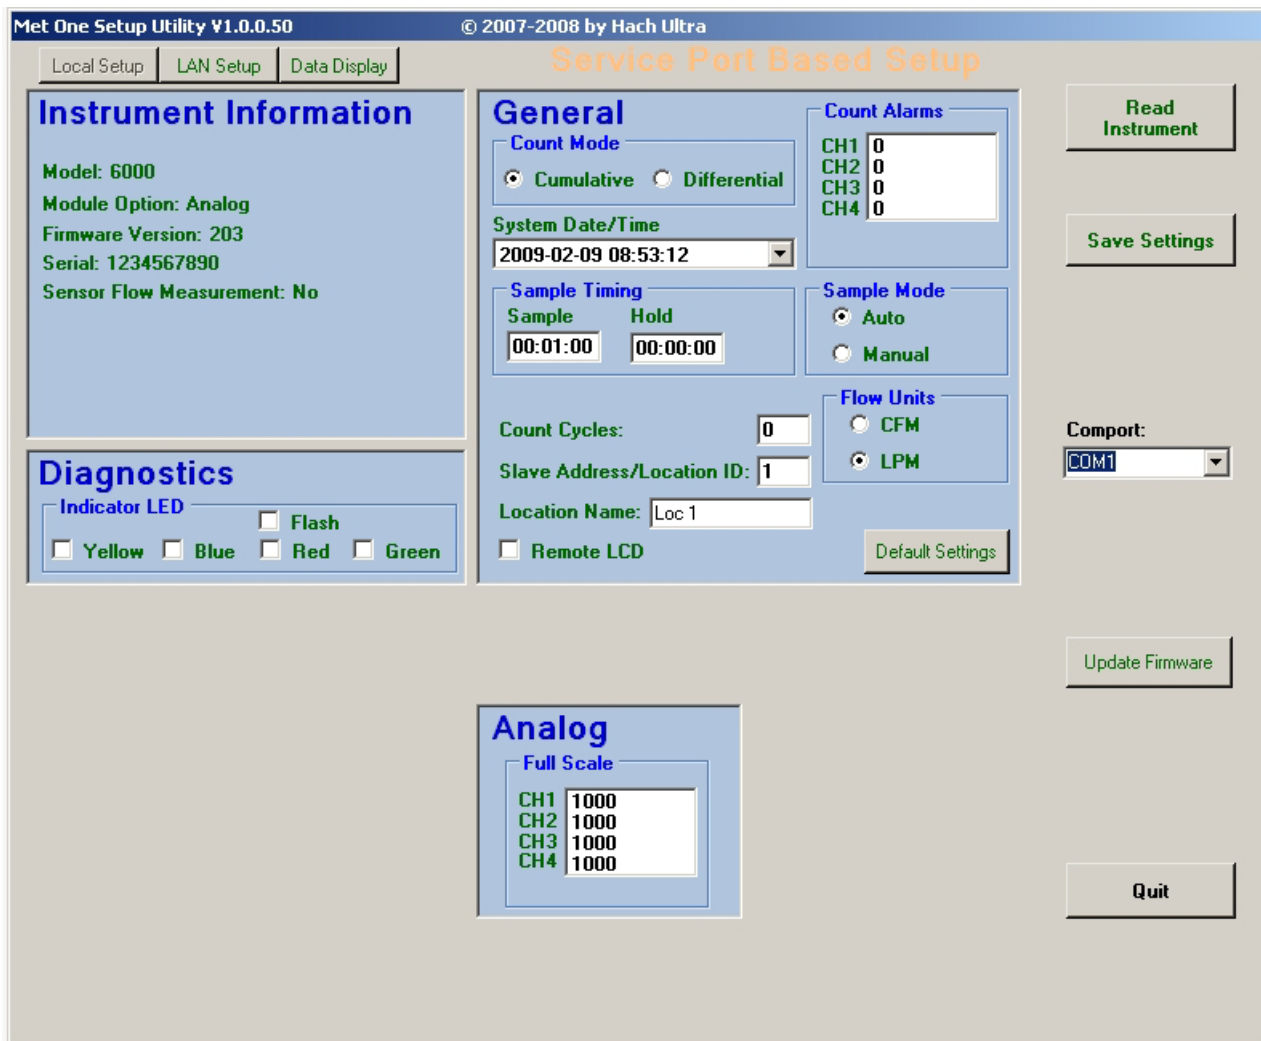

Abbildung 18 Setup-Utility-Programm, Registerkarte Local Setup—Analoggerät
1. Wechseln Sie zur Registerkarte **Local Setup** des Setup-Utility-Programms und klicken Sie auf **READ INSTRUMENT**, um die Geräteeinstellung auszulesen (Abbildung 18).
4. Stellen Sie auf der Registerkarte **Local Setup** des Setup-Utility-Programms den Probenmodus auf **Manual** (Abbildung 18).